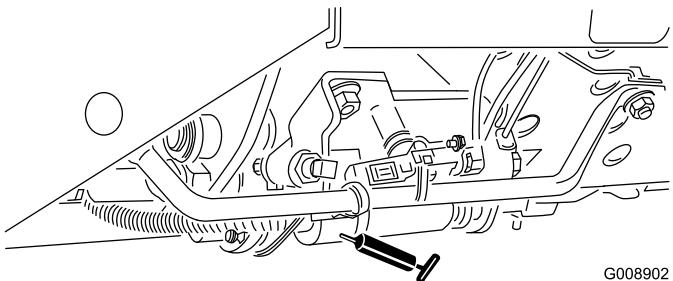

Figura 55
- Slitta di tosatura/trasporto (Figura 55)